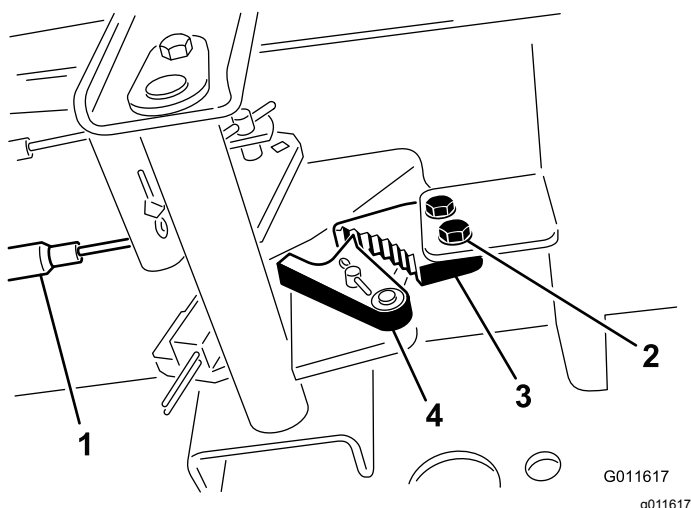

Figura 64
1. Solte os 2 parafusos que prendem a lingueta do travão de estacionamento à estrutura (Figura 64).
2. Carregue no pedal do travão para a frente até o detentor do estacionamento engatar completamente na lingueta do travão (Figura 64).